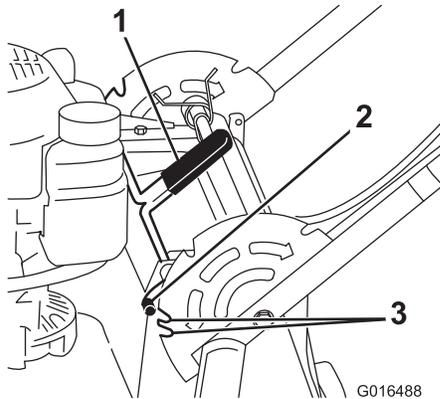

Figura 16
1. Levante un poco el manillar y tire hacia atrás de la palanca de bloqueo para desenganchar las clavijas de bloqueo del manillar (Figura 16).
2. Gire el manillar y alinee la muesca deseada del soporte del manillar con las clavijas de bloqueo del manillar; consulte Figura 16.